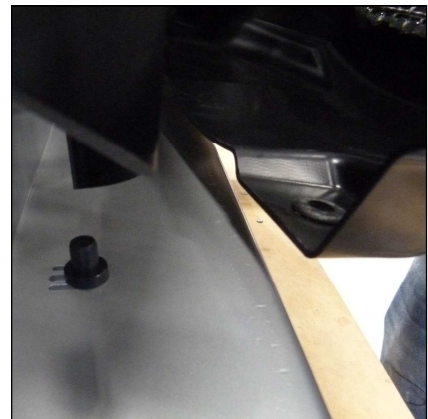

Fig. 2 - Fixing stud
- Note the fixing stud on the frame (Fig. 2).